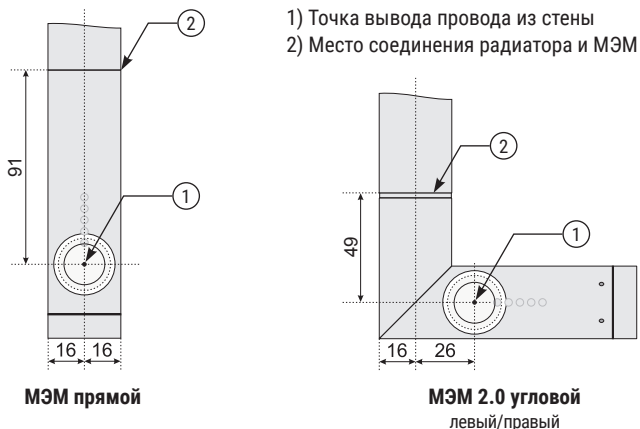

Рис.1
1.2. При подключении через скрытую проводку многофункционального электрического модуля (МЭМ), необходимо заранее определить место для вывода электрического провода из стены. Для этого нужно воспользоваться ориентировочными размерами, предоставленными в данной инструкции (рис.1).